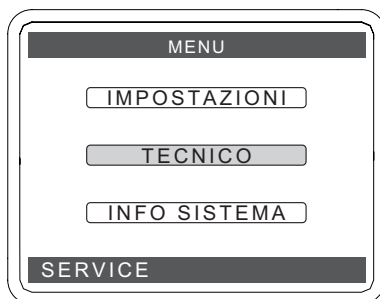

Figura 7.21
- Premere il tasto (✓) per confermare Figura 7.21.